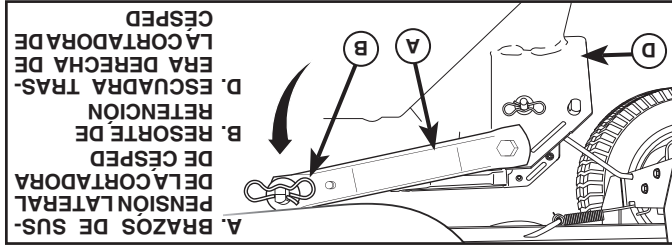

Fig. 12
6. INSTALE LOS BRAZOS DE SUSPENSIÓN LATERAL DE LA CORTADORA DE CÉSPED (A) EN EL CHASIS
- (Vea Fig. 12)
- Ubique el agujero delantero del brazo de suspensión lateral (A) sobre la chaveta en la parte exterior del chasis del tractor y asegure con una arandela grande y un resorte de retención grande (B).